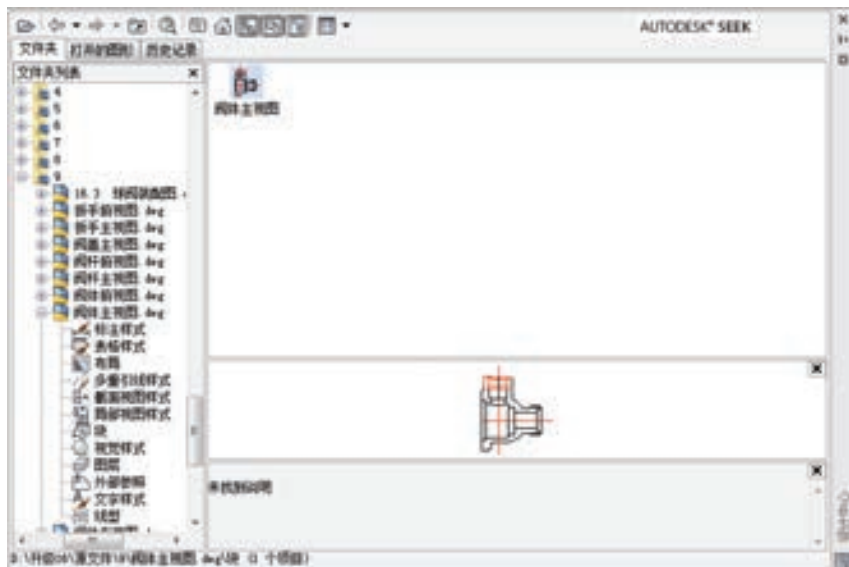

图 9-8 “设计中心”对话框之阀体
1) 插入阀体平面图。选择菜单栏中的“工具”→“选项板”→“设计中心”命令，AutoCAD 弹出“设计中心”对话框，如图 9-8 所示。在 AutoCAD 设计中心中有“文件夹”“打开的图形”和“历史记录”等选项卡，用户可以根据需要选择相应的选项。
在设计中心中单击“文件夹”选项卡，则计算机中所有的文件都会显示在其中，在其中找出要插入阀体零件图的文件。选择相应的文件后，用鼠标双击该文件，然后用鼠标单击该文件中“块”选项，则图形中所有的块都会出现在右边的图框中，如图 9-8 所示。然后在其中选择“阀体主视图”块，用鼠标双击该块，则弹出“插入”对话框，如图 9-9 所示。按照图示进行设置，插入的图形比例为“1:1”，旋转角度为“0”，然后单击“确定”按钮，此时 AutoCAD 在命令行会提示：